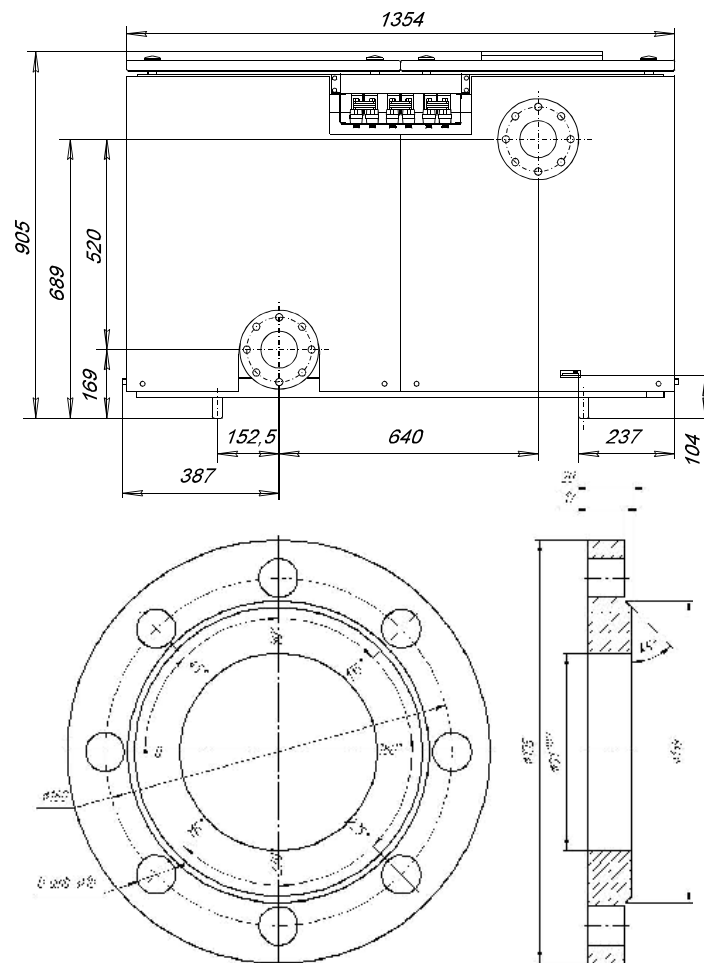

Рис. 4 Вид сзади
4.1.9 Фланцы (Рис.4) входят в комплект поставки и служат для подключения прибора к системе отопления.
4.1.10 Габаритные и присоединительные размеры прибора приведены на Рис.4, 5.
19. Краснодар, "Аквамастер-сервис", тел. (861) 255-40-15, 55-41-95.
20. Краснодар, "Синтез К", тел. (861) 222-92-03.